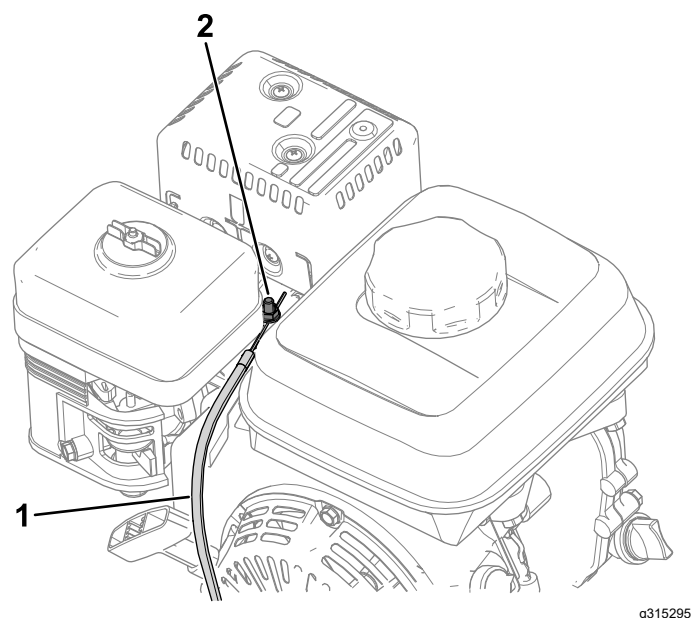

Figura 39
4. Afloje el tornillo de la abrazadera del conducto del cable (Figura 39).